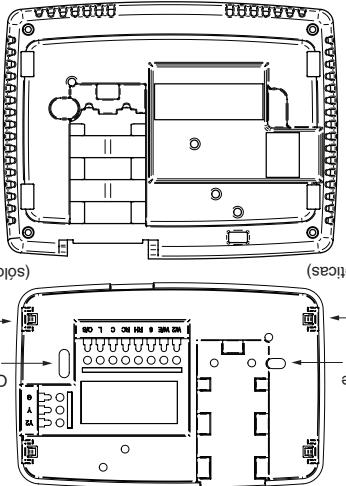

Figura 2 – Base del termostato y vista trasera del termostato
4. File bien la base a la pared utilizando los orificios de montaje que muestra la figura 2 y dos tornillos de montaje. Debe estar nivelada por razones estéticas solamente, ya que no afectará el funcionamiento del termostato.